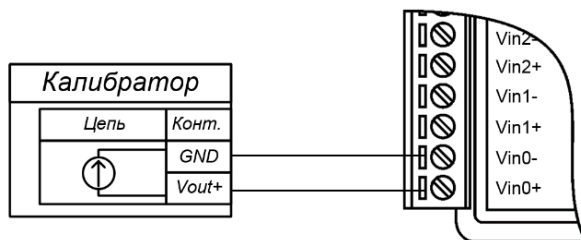

Рис. 4.1. Соединение приборов для юстировки термопар модуля NL-8TIn
- подключить калибратор к каналу 0 модуля проводом минимальной длины в соответствии с рис. 4.1;